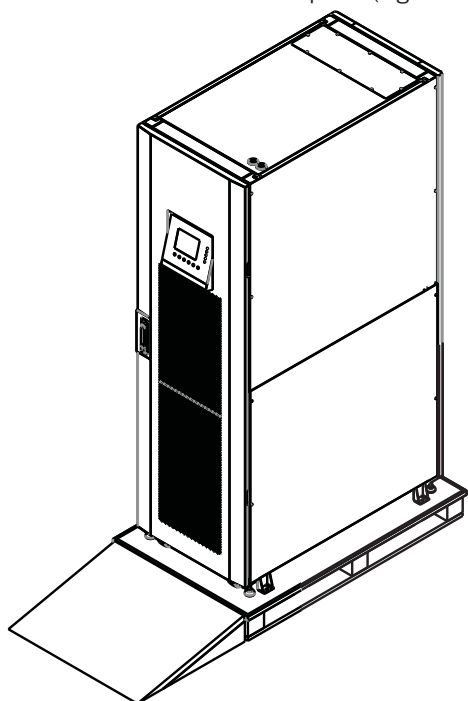

Figure 4.3
2. Placez la rampe fournie dans l'emballage en face de l'armoire de l'onduleur et alignez le trou de la rampe avec le montant en métal de la palette, puis verrouillez-la (Figure 4.3).